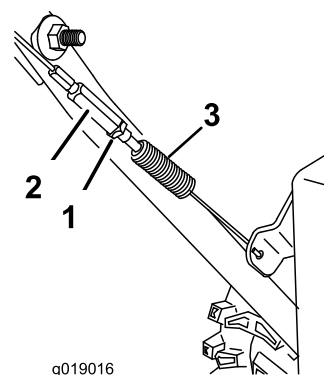

Figura 19
3. Apriete la contratuerca (Figura 19).